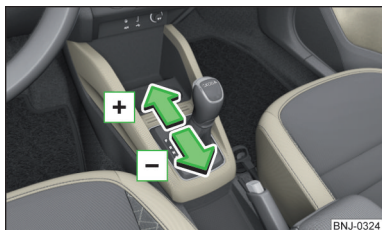

Abb. 214
- › Zum **Hochschalten** den Wählhebel nach vorn  tippen » **Abb. 214.**
- › Zum **Herunterschalten** den Wählhebel nach hinten  tippen » **Abb. 214.**